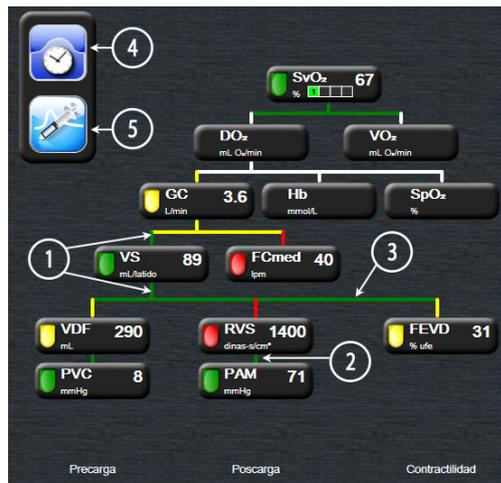

Figura 5-13 Pantalla Relaciones fisiológicas
- 4 La barra de la izquierda se muestra una vez realizada la serie de bolos. Toque el icono de reloj/curva para visualizar los datos históricos (consulte la figura 5-13).